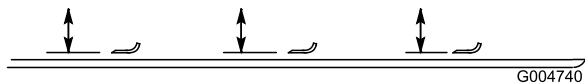

Figure 99
2. Tournez la lame dans le sens longitudinal (Figure 99). Mesurez la distance entre l'intérieur du plateau de coupe et le tranchant à l'avant de la lame. Notez cette valeur.